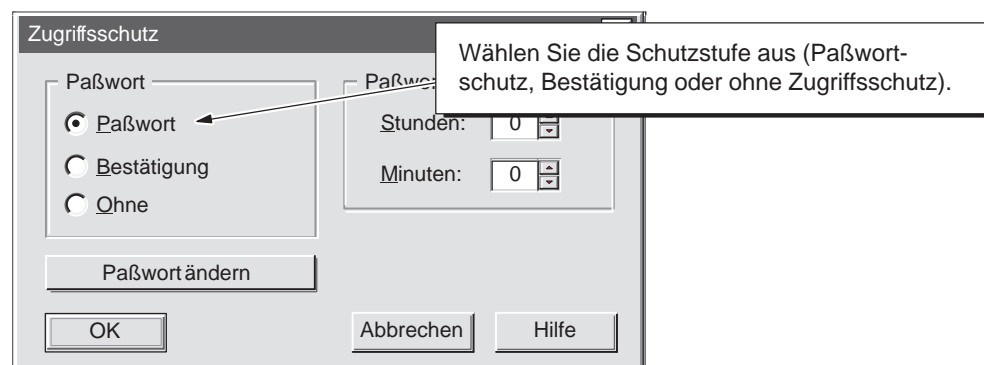

Bild 4-20 Einrichten des Zugriffsschutzes für WinLC
3. Wählen Sie im Dialogfeld "Zugriffsschutz" (siehe Bild 4-20) die Option "Paßwort" (Schutzstufe).